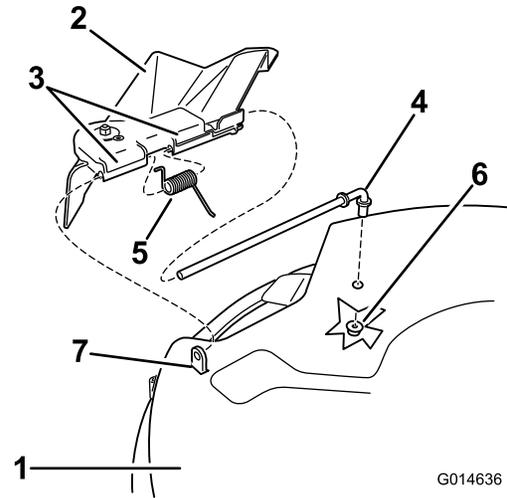
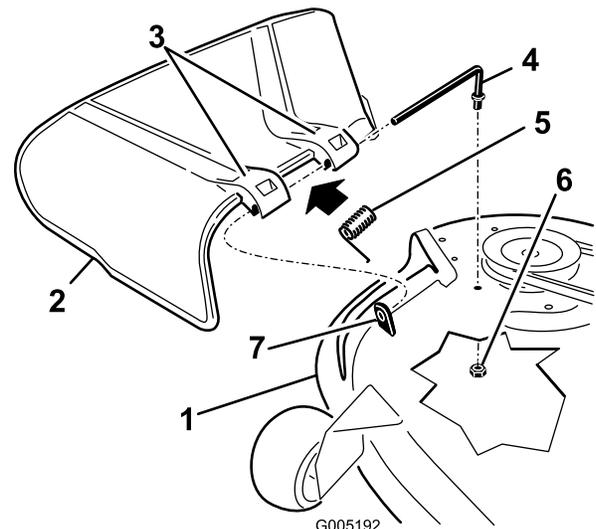

Figura 73
Figura 74
- Retire la tuerca ($\frac{3}{8}$ ") de la varilla (debajo del cortacésped) (Figura 73 y Figura 74).
- Retire la varilla del espaciador corto, del muelle y del deflector de hierba (Figura 73 y Figura 74).
4. Cambie el deflector de hierba (Figura 73 y Figura 74).
7. Deslice la varilla por el otro soporte del deflector de hierba (Figura 73 y Figura 74).
9. Sujete el extremo trasero de la varilla en el cortacésped con una tuerca ($\frac{3}{8}$ "), según se muestra en Figura 73 y Figura 74.